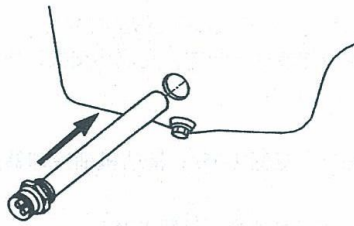

图 1-352 安装机油加热器芯
- 5) 安装机油加热器芯, 见图 1-352。紧固螺栓的拧紧力矩为 $80 \text{ N} \cdot \text{m}$ 。